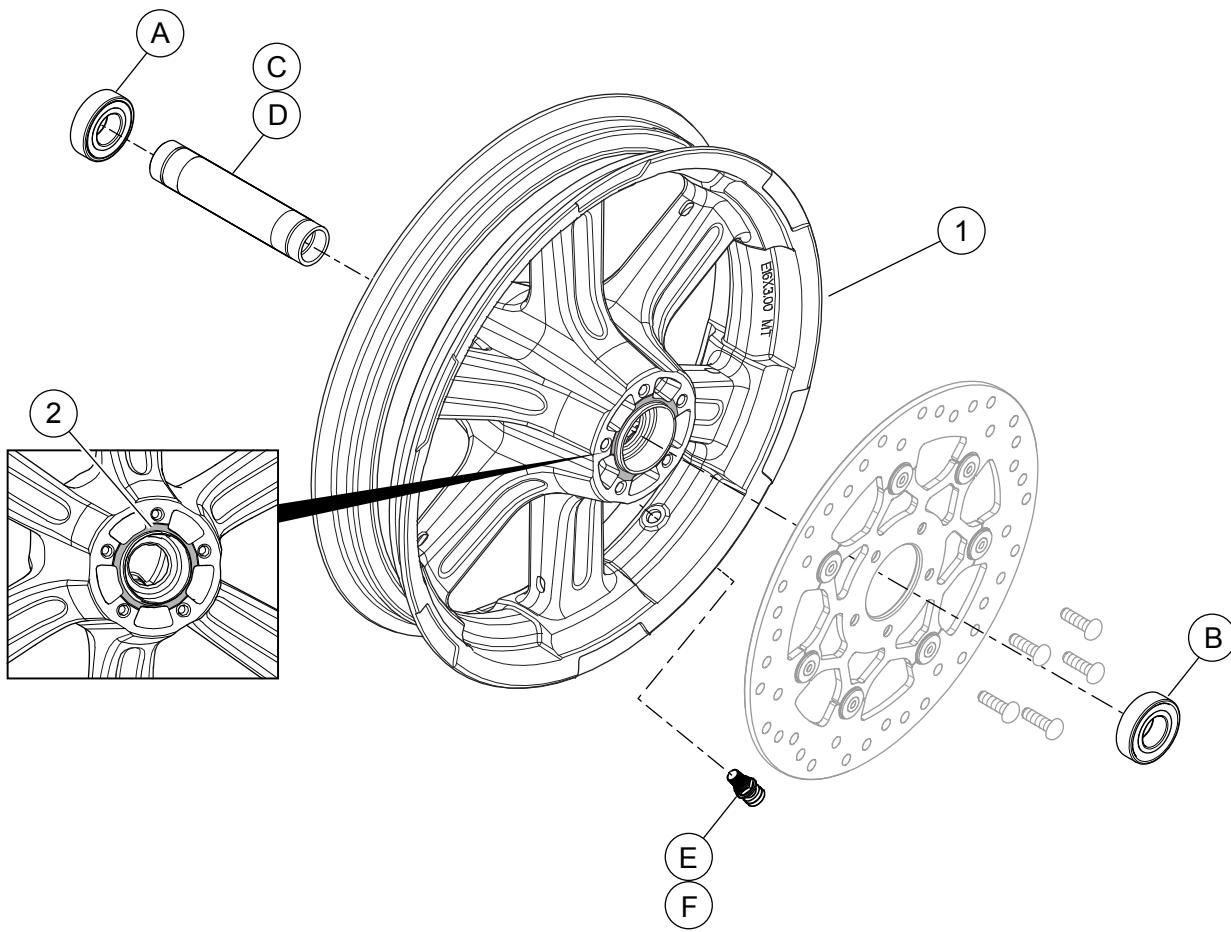

Figura 1. Parts tas-Service: Ir-roti ta' wara (16-il pulzier murija)
Ara Figura 1 u Tabella 2.
- Figura 1 Installa l-assemblaġġ tal-istem tal-valv fuq ir-rotta. Ara TAJERS fil-manwal tas-servizz.